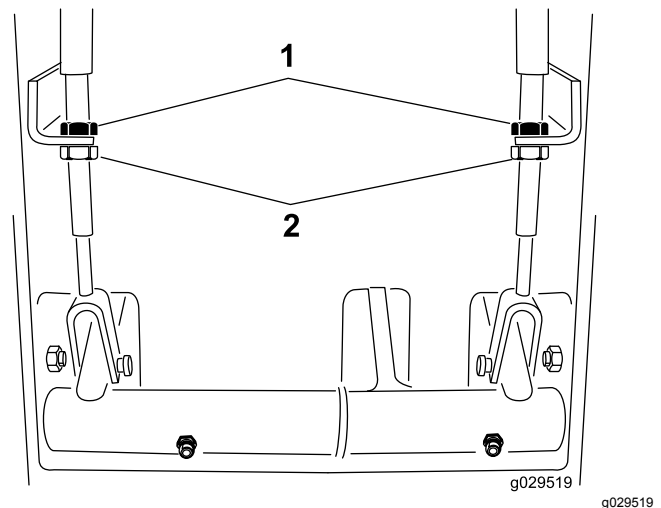

Figura 69
2. Per ridurre il gioco dei pedali del freno, allentate i controdadi anteriori all'estremità filettata del cavo del freno (Figura 69).